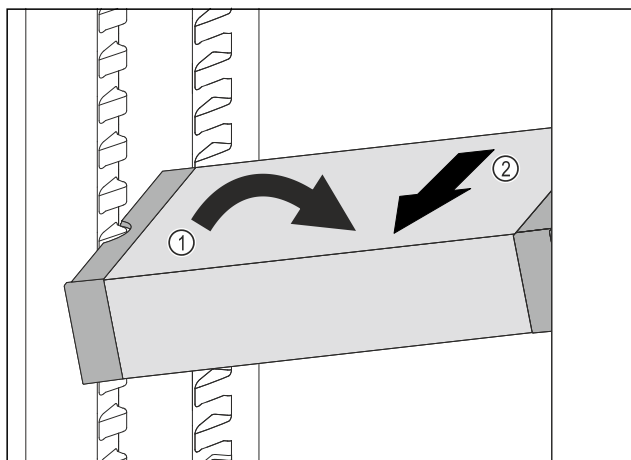

Fig. 137
- ▶ VarioSafe im Kühlteil schräg stellen. Fig. 137 (1)
- ▶ VarioSafe nach vorne entnehmen. Fig. 137 (2)